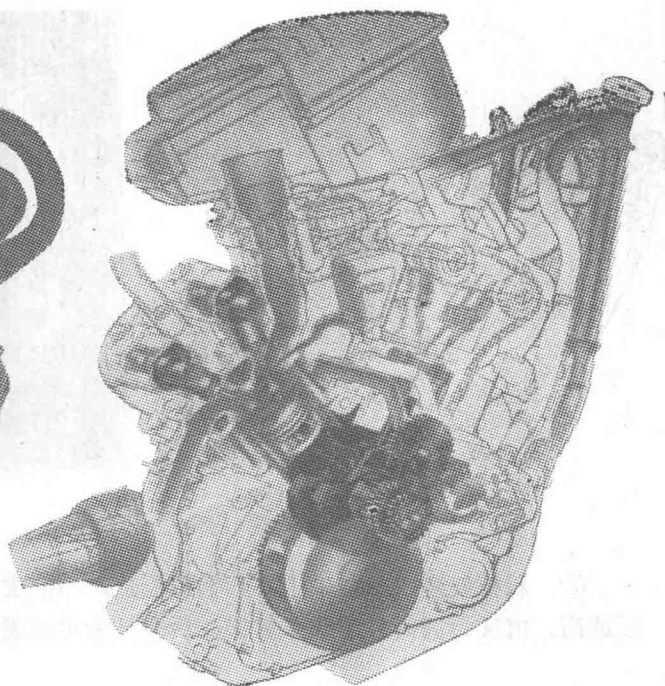

图22 雅马哈
⑪ V型和前倾型发动机上装有了下吸式汽化器。这种方式提高了混合燃气的流速，因此可提高燃烧效率(图22)。